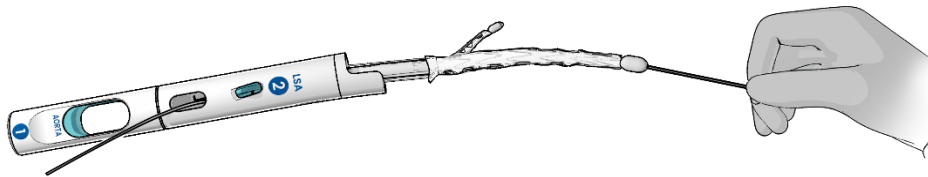

Abbildung 8. Einsetzen des Aorten-Führungsdrahtes in die Aortenspitze des Arcevo™ LSA nach Entfernen des Formdrahtes
- 11.2.7 Wenn das Einführsystem nicht vorgeformt ist, wird für das Einführen des Arcevo™ LSA-Systems in die thorakale Aorta ein 0,035"(0,89 mm)-Aorten-Führungsdraht empfohlen. Den Formdraht entfernen und den Aorten-Führungsdraht einführen, indem der Draht durch den Führungsdrahtzugang in das Einführsystem eingebracht wird. Alternativ kann der Führungsdraht über den femoralen Zugang eingeführt und durch das Arcevo™ LSA-Einführsystem durch die Aortenspitze bis zum Austritt aus dem Handgriff geführt werden (**Abbildung 8**).